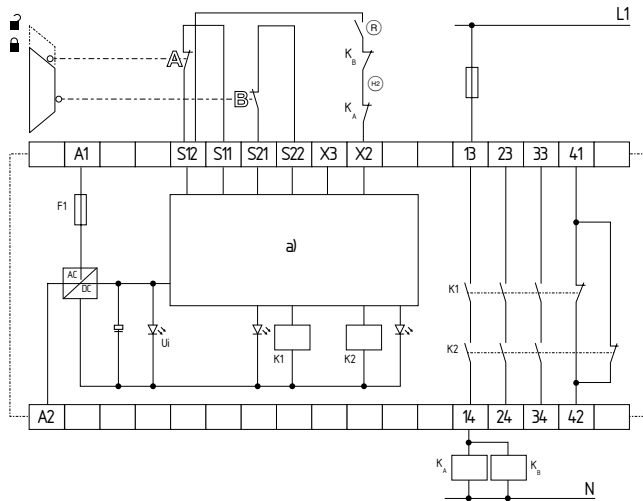

Fig. 2
L'exemple reprend une commande à deux canaux d'une surveillance de protecteur avec deux interrupteurs de position A + B, dont un avec manoeuvre positive d'ouverture; avec interrupteur de réarmement externe (R) (voir Fig. 2)
- (R) = Boucle de retour